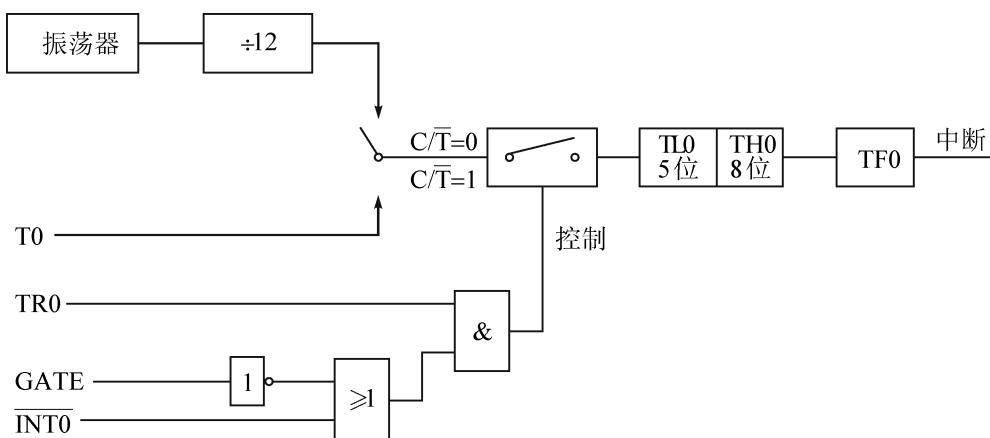

图 6-2 T0 (或 T1) 工作方式 0 的逻辑电路结构图
的 8 位构成 13 位的计数器, TL 的高 3 位未用, T0 (或 T1) 工作方式 0 的逻辑电路结构图如图 6-2 所示。工作方式 0 是 13 位计数器, 因此, 最多可以计到 2 的 13 次方, 也就是 8192 次。
用图 6-2 来说明以下几个问题。
- ① M1M0: 定时器/计数器一共有四种工作方式, 就是用 M1M0 来控制的。
- ② $C/\bar{T}$: 定时器/计数器既可定时也可计数, 如果 $C/\bar{T}$ 为 0 就是用做定时器, 如果 $C/\bar{T}$ 为 1 就是用做计数器。
- ③ GATE: 在图 6-2 中, 当选择了定时或计数工作方式后, 定时器/计数器脉冲却不一定能到达计数器端, 中间还有一个开关, 显然这个开关不合上, 计数脉冲就没法过去。